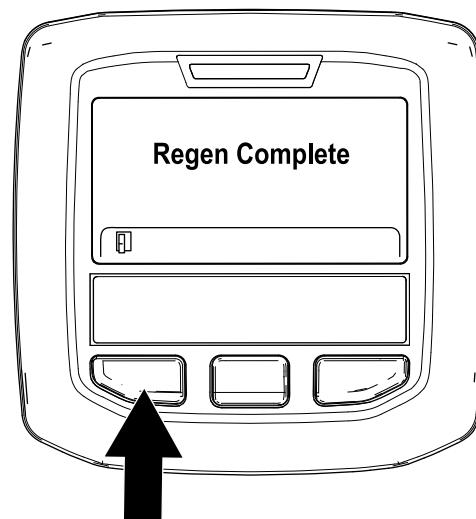

Figura 58
9. La rigenerazione parcheggiata è completa quando nell'InfoCenter appare il messaggio "Regen Complete" (Rigen. completa). Premete il pulsante sinistro per uscire e tornare alla schermata Home (Figura 58).